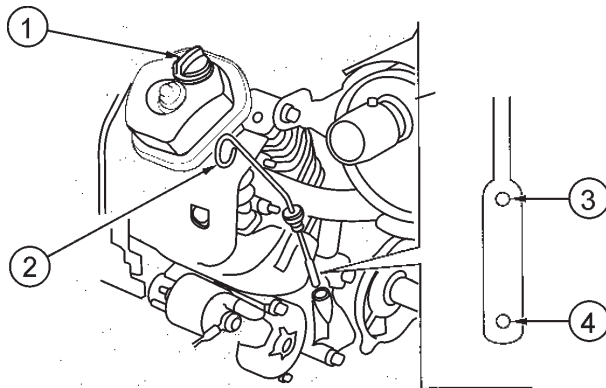

Abbildung 5. Motoröl-Messstab
1. Den Ölmessstab (Teil 2, Abbildung 5) aus der Halterung ziehen.
2. Feststellen, ob der Motorölstand niedrig ist (Abbildung 5).
3. Falls der Ölstand niedrig ist, den Öleinfüllstutzendeckel (Teil 1, Abbildung 5) abnehmen und die entsprechende Ölmenge auffüllen, um den korrekten Betriebsölstand zu erreichen. Öl auffüllen, wie in Tabelle 3 angegeben.
Um kostspieligen Motorverschleiß oder -schaden zu verhindern, immer den ordnungsgemäßen Ölstand im Kurbelgehäuse beibehalten. Den Motor niemals in Betrieb nehmen, wenn der Ölstand außerhalb der Markierungen auf dem Ölmessstab ist (siehe 3 und 4 in Abbildung 5).